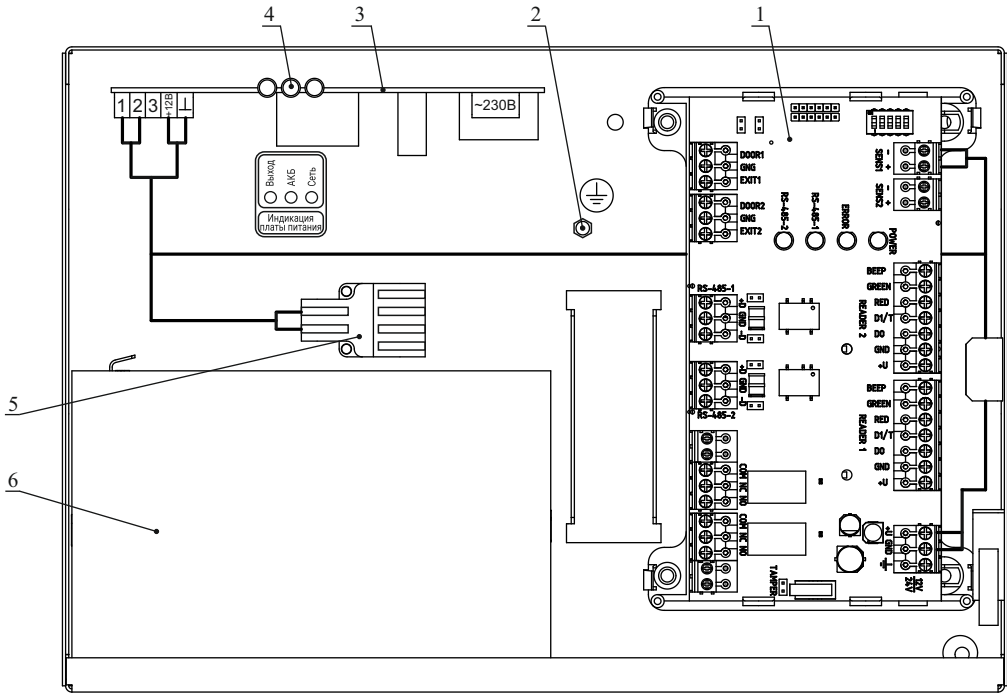

Рисунок 2 – Внутреннее устройство модуля
- 5.2 Внутри корпуса модуля (рисунок 2) размещены: